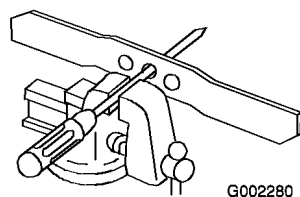

Figura 32
1. Compruebe el equilibrio de la cuchilla colocando el taladro central de la cuchilla sobre un clavo o el palo de un destornillador fijado horizontalmente en un torno de banco (Figura 32).